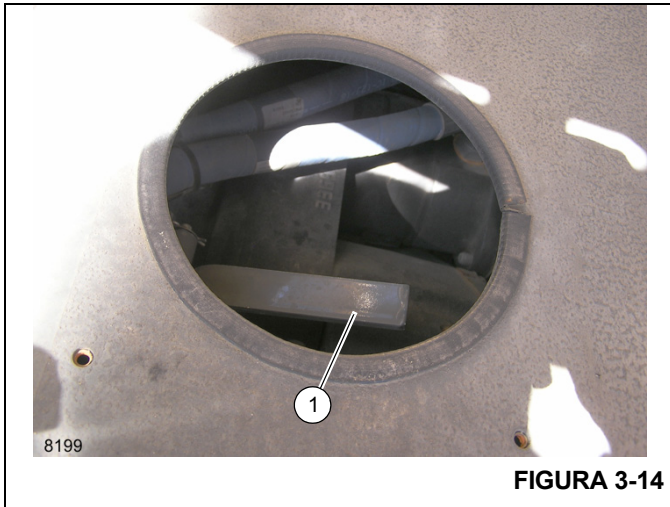

FIGURA 3-14
3. Levante a alavanca de desconexão da bomba (1, Figura 3-14).